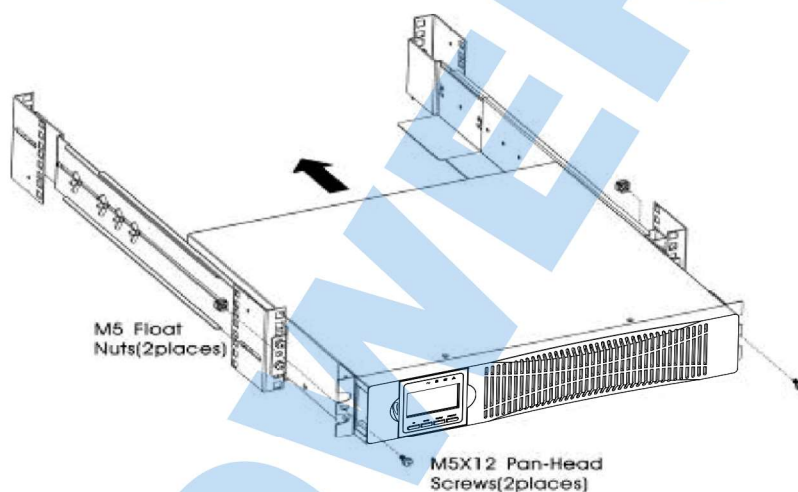

Рис. 3-4. Фиксация передней части шкафа.
12. Закрепите переднюю часть ИБП на стойке с помощью винтов с полукруглой головкой M5x12 и закладных гаек M5 с каждой стороны (см. рис. 3-4). Установите нижний винт на каждой стороне через нижнее отверстие кронштейна и нижнее отверстие рельса. Повторите процедуру для всех дополнительных корпусов.